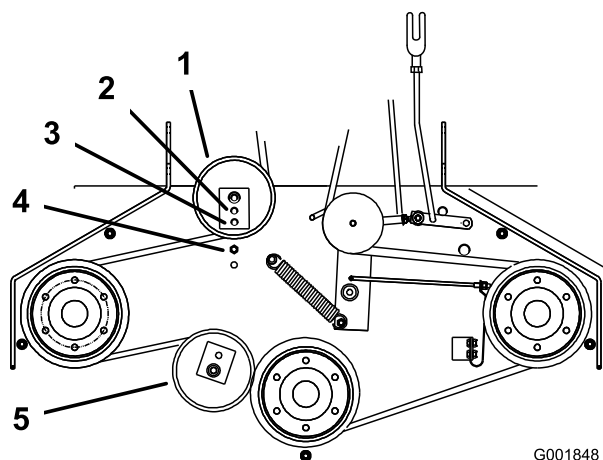

Figura 55
6. Si no es posible ajustar más el tensor y la correa todavía está floja, será necesario cambiar la polea tensora trasera al taladro central o delantero (Figura 55). Utilice el taladro que permita el ajuste correcto.
7. Cuando se cambia de posición la polea tensora, será necesario cambiar también la guía de la correa. Mueva la guía de la correa a la posición delantera (Figura 55).